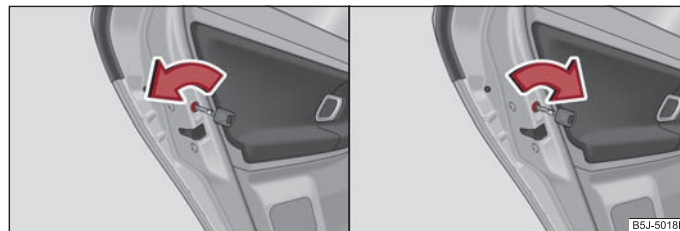

Fig. 25 Enclenchement de la protection pour les enfants: pour les véhicules sans ou avec verrouillage centralisé
- Sur les véhicules sans verrouillage centralisé, faites tourner la fente de la protection vers la gauche sur la porte gauche ⇒ page 36, fig. 25, vers la droite sur la porte droite.
- Sur les véhicules avec verrouillage centralisé, faites tourner la fente de la protection vers la droite sur la porte gauche, vers la gauche sur la porte droite ⇒ page 36, fig. 25.